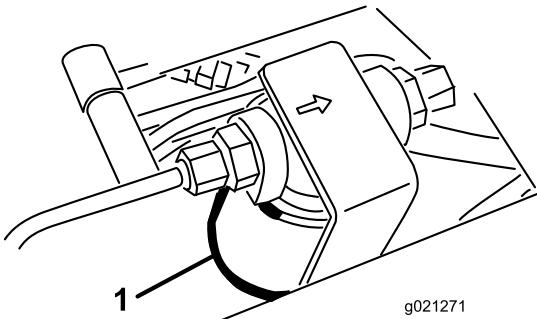
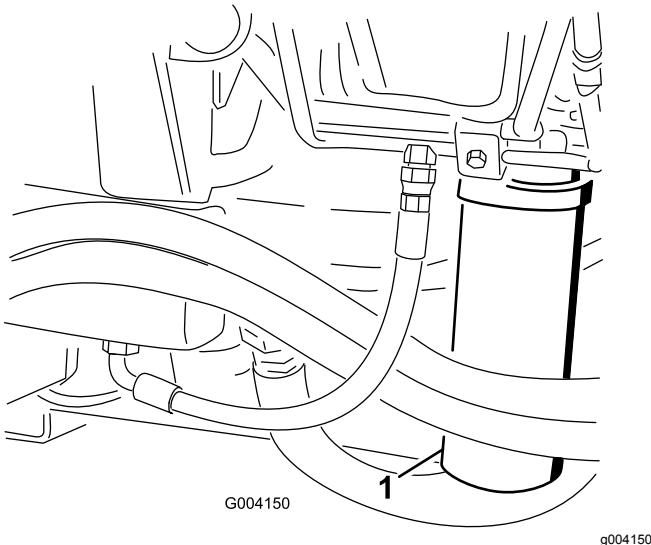

図 88
図 89
2. フィルタ取り付け部付近をきれいに拭い、下に容器を置く図88と図89。